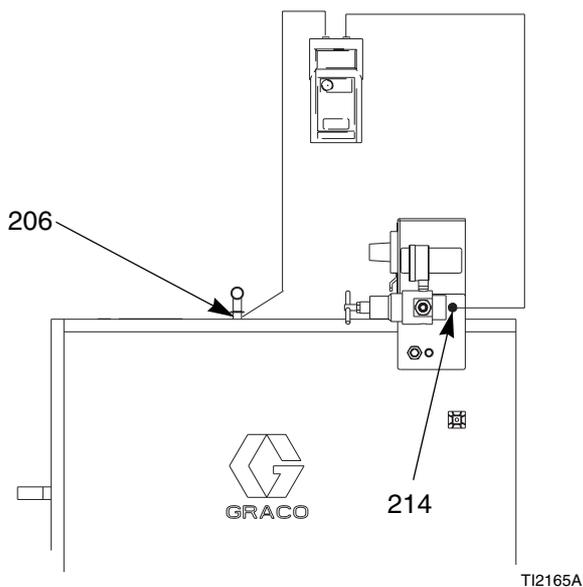

Fig. 22. Compruebe la resistencia de la banda de conexión a tierra
Vea FIG. 22. Utilice un ohmímetro para medir la resistencia entre el alojamiento del pestillo (206) y la orejeta de conexión a tierra (214). La banda de conexión a tierra está conectada a tierra a través de la orejeta de conexión a tierra de la parte posterior del carro. La resistencia debe ser inferior a 100 ohmios. Si fuera superior a 100 ohmios, reemplace la banda de conexión a tierra (240).